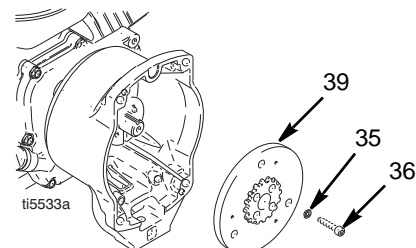

FIG. 7
9. FIG. 7. Utilizzare una chiave ad impulsi o incuneare qualcosa tra l'armatura (39) e il corpo della frizione per tenere fermo l'albero del motore durante la rimozione.
10. Rimuovere le quattro viti (36) e le rondelle (35).
11. Rimuovere l'armatura (39).